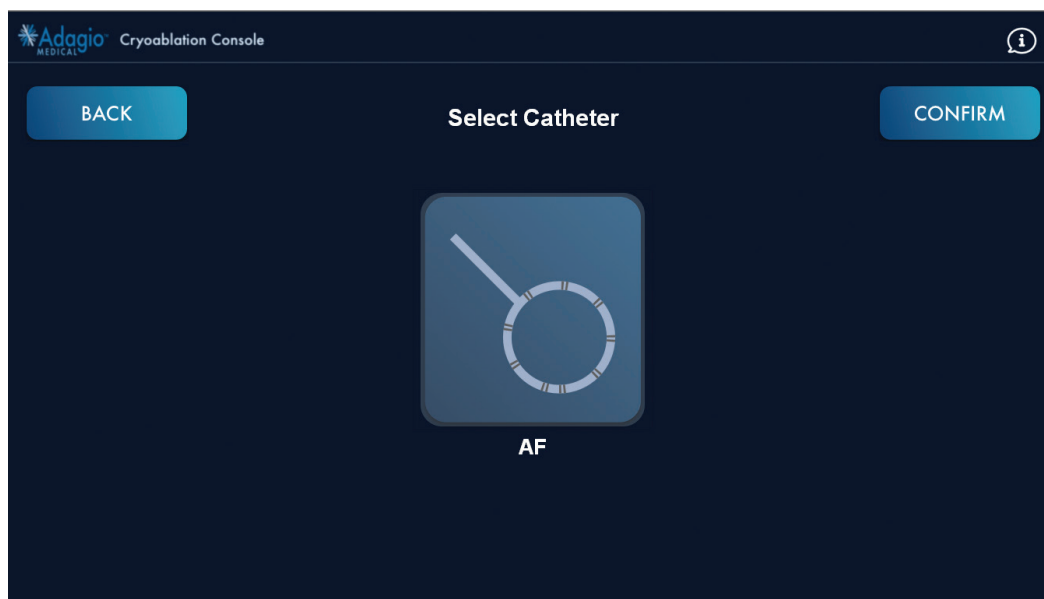

Figure 29 – Écran de sélection du cathéter
4. Sélectionner le cathéter à utiliser dans l'intervention comme illustré à la Figure 29.